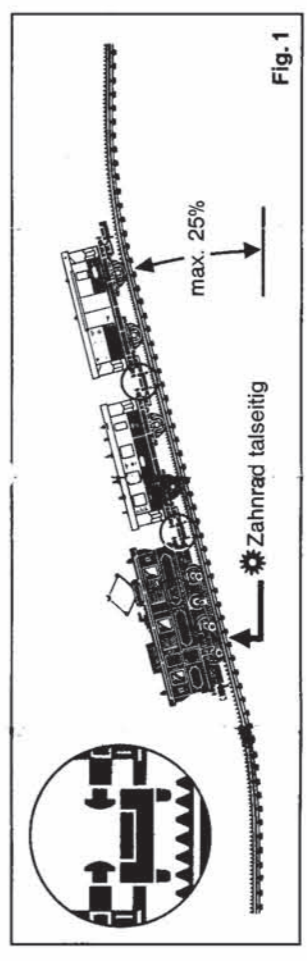

Fig. 1
2. Start the rack-rail on the level a full train-length before the start of the gradient. The cog-wheel locomotive 7305 must be placed on the track with the cog-wheel at the down-hill end and the cars coupled at the up-hill end. This gives the loco the best purchase on the rack and the best power (fig. 1).
3. The uncoupling trips on the car and loco couplers must not touch the rack-rail and if they do they must be trimmed off to clear. Check that they clear when swung from side to side (fig. 1). Sleep gradients may cause problems in vehicles equipped with PROFI-couplings. Conversion to the standard coupling is then recommended.
2. La crémaillère doit débiter en terrain plat environ un train entier avant le commencement de la rampe. Il faut placer la locomotive 7305 sur la voie, de telle sorte que son engrenage d'entraînement se trouve de côté aval. Les wagons sont attelés du côté amont. C'est de cette façon qu'on obtient le meilleur rendement (fig. 1).
3. Il faut veiller à ce que, dans les courbes, les tiges inférieures des attelages ne traînent sur la crémaillère; il y a lieu éventuellement de les raccourcir légèrement. Au cours d'un mouvement latéral, l'attelage ne peut donc jamais toucher la crémaillère (fig. 1). Les attelages PROFI peuvent amener quelques problèmes lorsqu'un convoi est tenu de gravir une forte pente. Pour ce cas particulier, nous recommandons d'équiper la rame d'attelages standard conventionnels.
2. Zahnstange bereits auf der Geraden eine Zuglänge vor Beginn der Steigung montieren. Die Zahnradlok 7305 muß so auf das Gleis gesetzt werden, daß das Zahnrad talseitig sitzt. Die Wagen werden bergseitig angekuppelt. So hat die Lok die besten Fahr- und Schubeigenschaften (Fig. 1)
3. Der Entkuppungszapfen der Kupplungen an Lok und Wagen darf bei Durchfahren von Bögen nicht an der Zahnstange streifen und muß gegebenenfalls etwas gekürzt werden. Bei seitlichem Schwenken der Kupplung darf der Entkuppungszapfen die Oberkante der Zahnstange nicht berühren (siehe Ausschnitt in Fig. 1). Auf starken Steigungen kann es, wenn die Fahrzeuge mit PROFI-Kupplung ausgerüstet sind, zu Problemen kommen. Es empfiehlt sich dann eine Umrüstung auf die Standard-Kupplung.